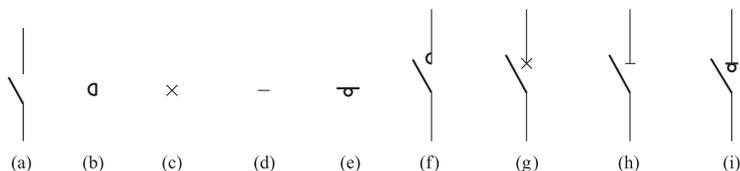

图 1-3 一般符号与限定符号组合举例
(1) 一般符号 + 限定符号。如图 1-3 所示，将表示开关的一般图形符号，分别与接触器功能符号、断路器功能符号、隔离器功能符号、负荷开关功能符号等限定符号结合组成接触器图形符号、断路器图形符号、隔离开关图形符号、负荷开关图形符号。